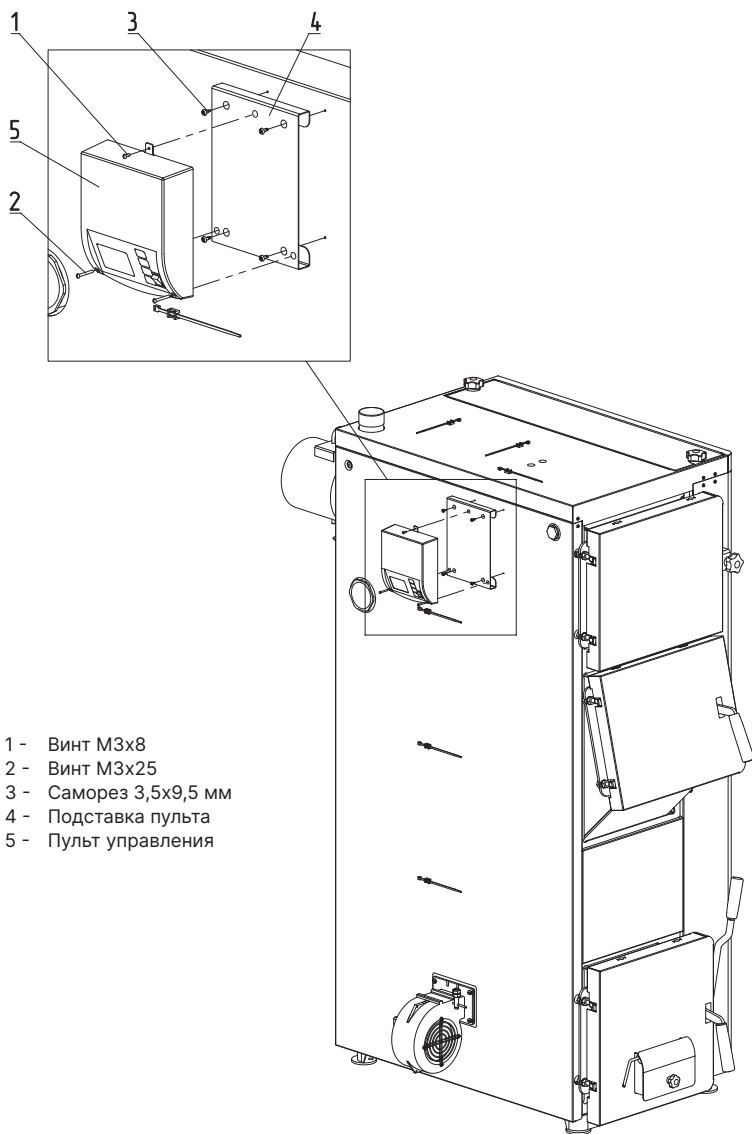

Рис.19 Установка пульта управления на котел ZOTA Magna 45 кВт
- Закрепить подставку пульта (Рис.19, поз.4) саморезами (Рис.19, поз.3) на левой стенке котла;
- На подставку пульта установить пульт управления (Рис.19, поз.5) и зафиксировать его винтами (Рис.19, поз.1, поз.2).